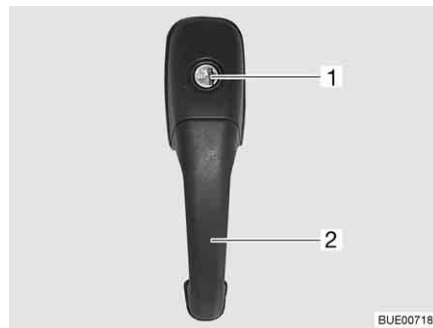

Bild 38 Türschloss Eingangstür, außen
- Schlüssel in Schließzylinder (Bild 38,1) stecken und drehen, bis das Türschloss entriegelt ist.
- Am Türgriff (Bild 38,2) ziehen. Die Tür ist geöffnet.
- Schlüssel in Schließzylinder (Bild 38,1) stecken und drehen, bis das Türschloss verriegelt ist.